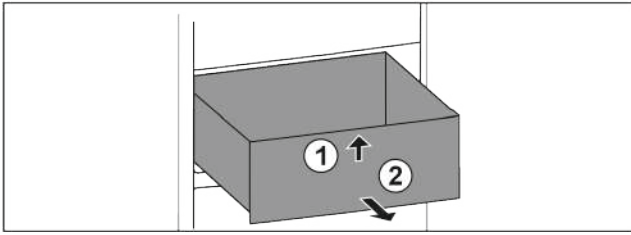

Fig. 16
- ▶ Підняти вперед Fig. 16 (1).
- ▶ Витягнути вперед Fig. 16 (2).